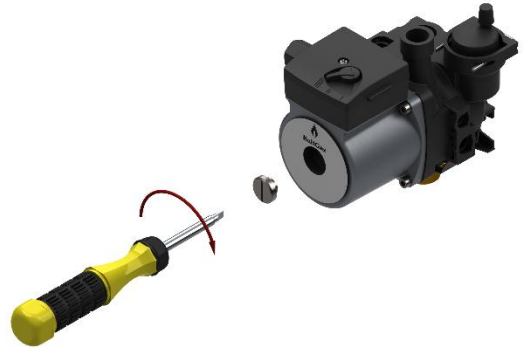

Рис. 5 Проверка циркуляционного насоса
- При давлении свыше 2 бар открыть клапан дренажный (21), см. п. 13.1 на стр. 19, понизив давление до 1,5 бар. При давлении ниже 1 бар – открыть кран подпитки контура отопления (16) и закрыть кран при достижении давления от 1 до 1,5 бар;
- не заблокирован ли насос. Для этого при помощи отвёртки открутите заглушку насоса и поворачивайте его вал несколько раз в разные стороны (см. рисунок 5). Затем плотно закрутите заглушку. При выполнении данной операции возможны протечки теплоносителя из насоса, после установки заглушки необходимо удалить остатки теплоносителя с компонентов котла (протереть);